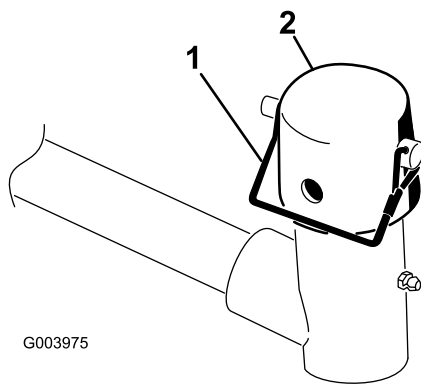

Figura 6
7. Togliete il perno di ritenuta e il cappuccio dalla forcella del braccio di sollevamento (Figura 6).
11. Fissate il cappuccio e l'albero del telaio portante alla forcella del braccio di sollevamento con il perno di ritenuta. Per avere un elemento di taglio stertzante usate la fessura, oppure usate il foro se l'elemento di taglio deve essere bloccato (Figura 6).